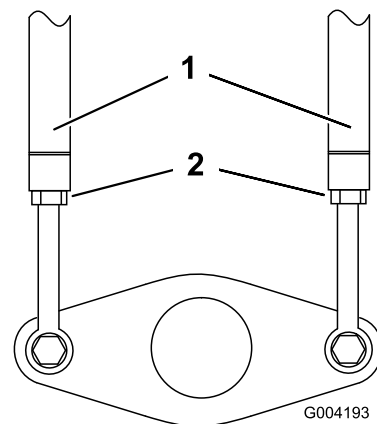

Bild 54
3. Lockern Sie die Klemmmuttern an den Zugstangen unter dem Armaturenbrett (Bild 54).